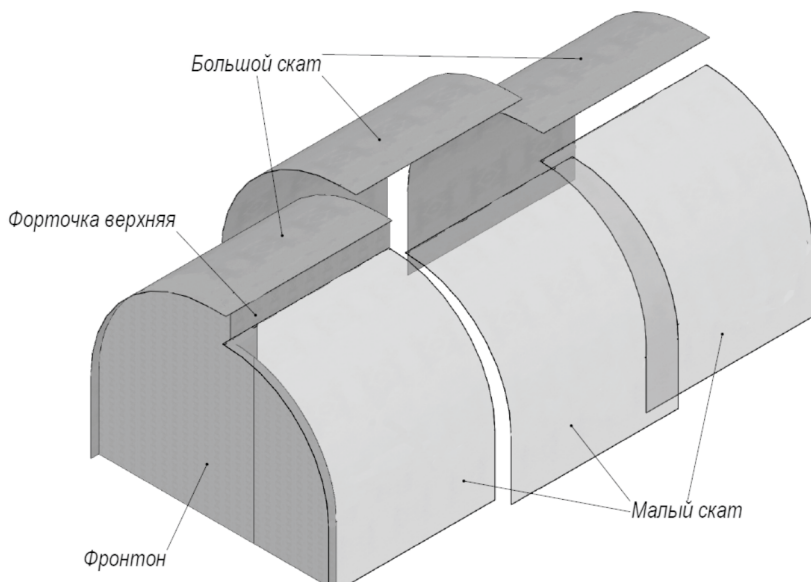

Рис.3 Схема укрытия поликарбоната
4. Укройте больший скат каркаса нарезанными листами поликарбоната (схема для теплицы 3х6 – на Рис.3). Прикрепите поликарбонат к фронтонам и дугам саморезами (поз.18) с шагом 300-500 мм. Нижние и верхние торцы закрыть перфорированной лентой или скотчем.
5. Аналогично по схеме (Рис. 3) укройте малый скат каркаса, верхний торец поликарбоната заводиться под верхние форточки и крепиться саморезами с внутренней стороны теплицы к форточкам (поз.8 и 9). Далее закрепите поликарбонат к фронтонам и дугам саморезами (поз.18) с шагом 300-500 мм. Верхние торцы листов рекомендуется закрыть П-образным резиновым уплотнителем, а нижние торцы закрыть перфорированной лентой или скотчем.